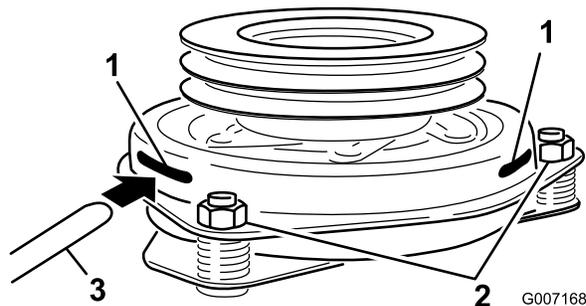

Figure 54
9. Insérez une jauge d'épaisseur de 0,381 à 0,533 mm dans une fente d'inspection sur le côté de l'ensemble. Vérifiez qu'elle passe bien entre les surfaces de frottement de l'induit et du rotor (Figure 54).
10. Serrez les contre-écrous jusqu'à ce la jauge d'épaisseur fléchisse légèrement mais puisse bouger facilement dans l'entrefer (Figure 54).